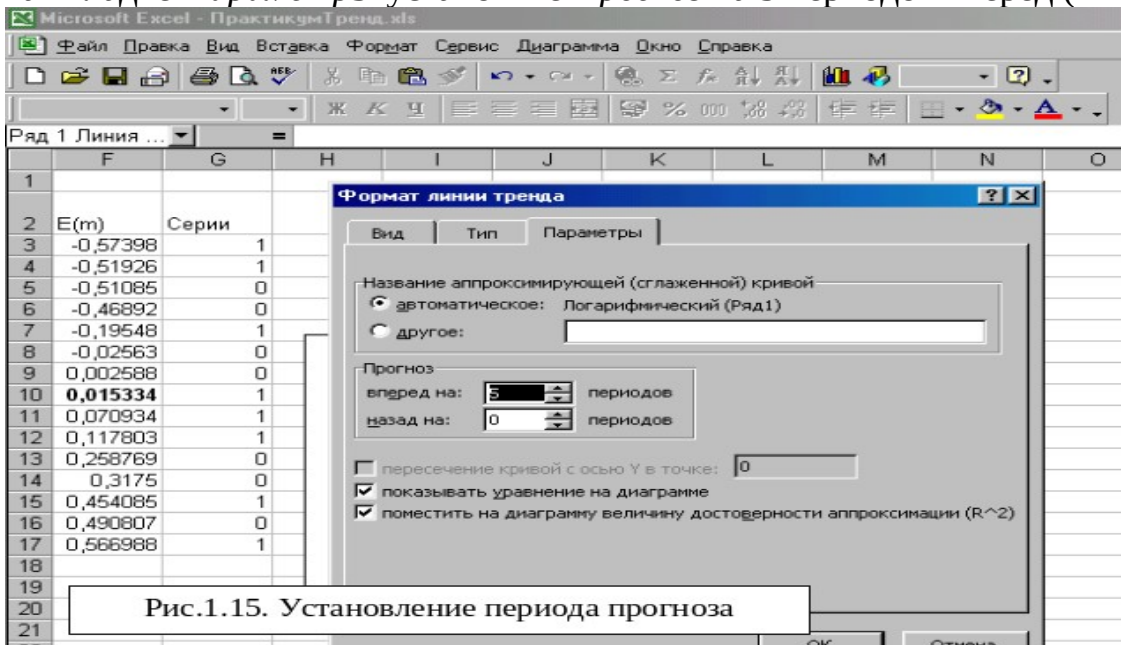

Рис.1.15. Установление периода прогноза
3.3. На вкладке *Параметры* установите *Прогноз* на 5 периодов вперед (Рис.1.15);